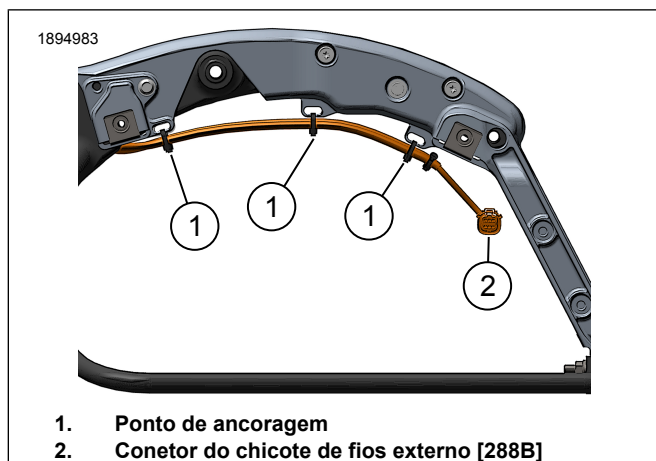

Figura 6. Encaminhamento do Chicote (lado esquerdo)
- a. Figura 6 Ligue e encaminhe o chicote de fios externo ao longo da calha do lado esquerdo da parte traseira. Utilizando braçadeiras, instale o chicote de forma frouxa nos pontos de ancoragem (1). Não aperte as braçadeiras dos cabos.